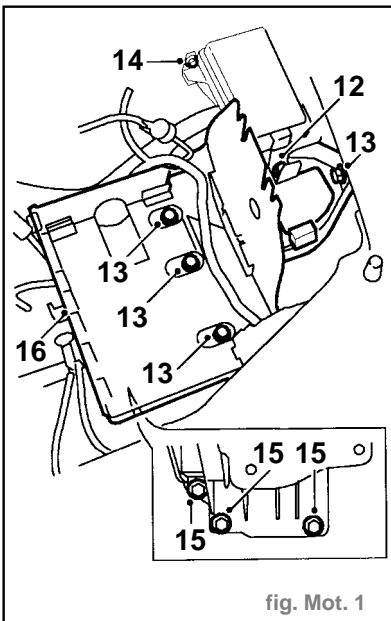

fig. Mot. 1
- Enlever le boulon maintenant la boîte à fusibles du compartiment moteur sur le support de batterie (fig. Mot. 1).